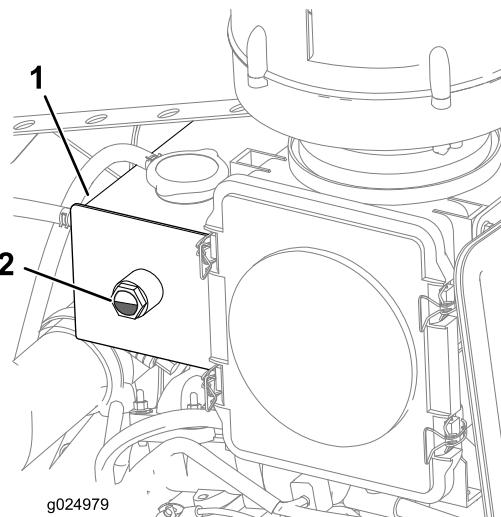

Figure 25
- Contrôlez le niveau de liquide de refroidissement dans le vase d'expansion (Figure 25).
Remarque: Vérifiez que le niveau de liquide de refroidissement se situe entre 1/4 et les 3/4 de la hauteur du regard de niveau (Figure 25).